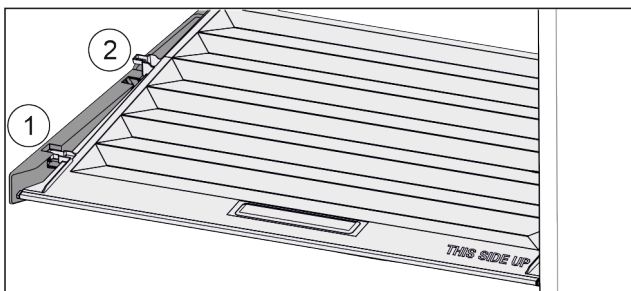

Fig. 111
- ▶ Потянуть крышку до отверстия в поддерживающих деталях вперед Fig. 111 (1).
- ▶ Поднять сзади снизу и извлечь Fig. 111 (2) движением вверх.